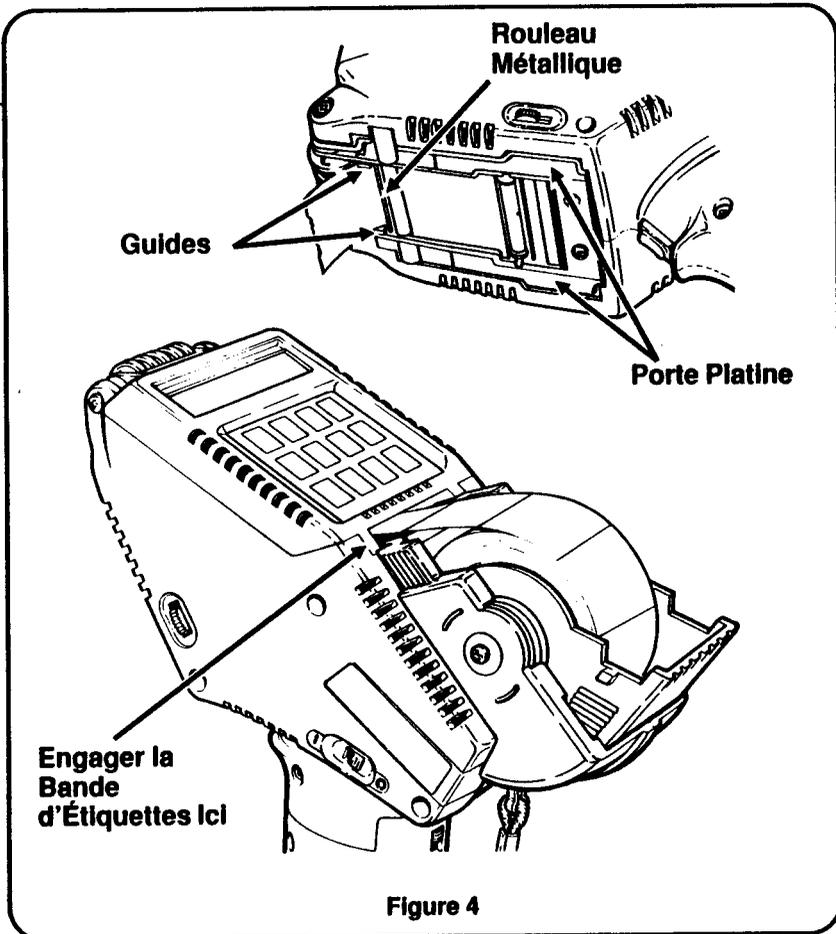

Figure 4
4. Maintenez l'imprimante verticale. D'un mouvement rapide de desserrage, faites glisser vers l'arrière les deux boutons de blocage situés de chaque côté de l'imprimante (figure 4). Le porte platine s'ouvrira **partiellement**.